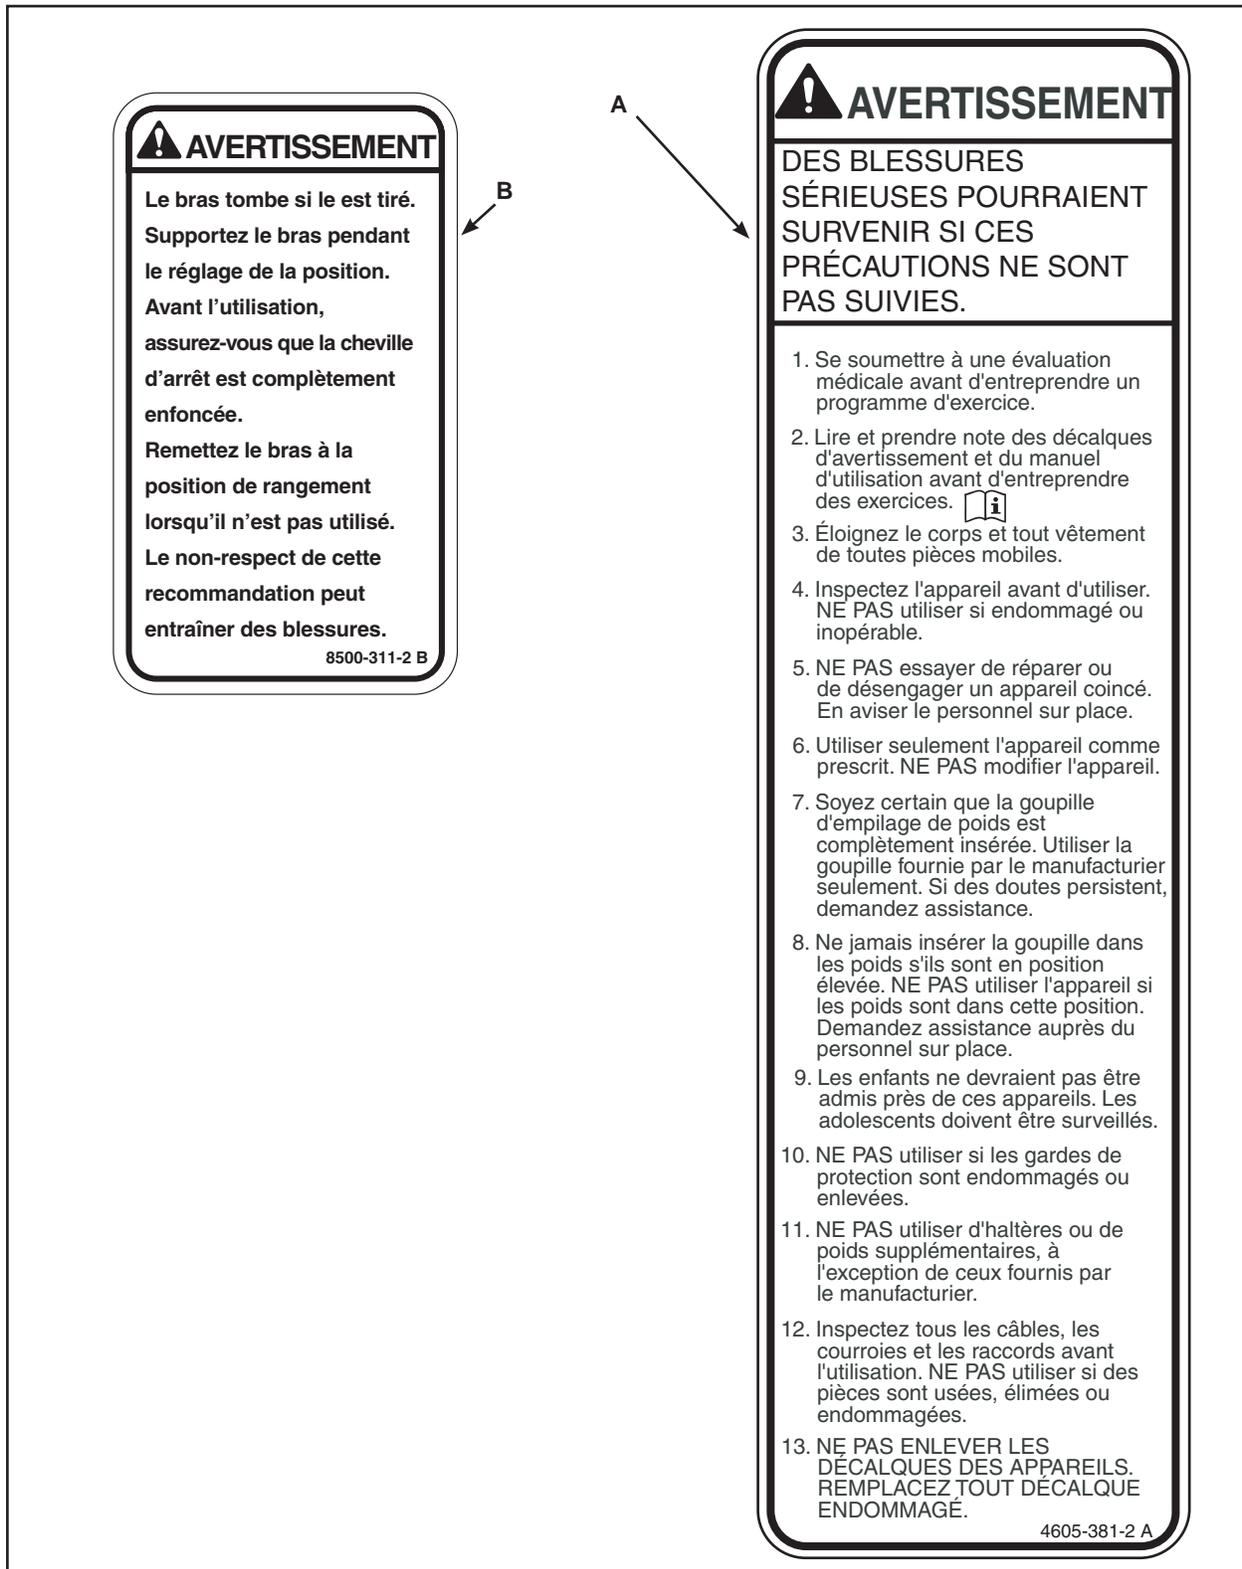

Figure 3
- C. Vérifiez si l'autocollant d'avertissement et de mise en garde portant le numéro de pièce 9100-348-2 est apposé et s'il n'est pas abîmé. Reportez-vous aux figures 3 et 4 pour voir comment se présentent les autocollants et où ils doivent être apposés.